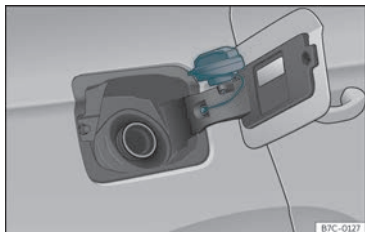

Fig. 181 Sportellino del serbatoio con all'interno il tappo.
- Collocarlo nello spazio della cerniera dello sportellino aperto»»» **fig. 181**.